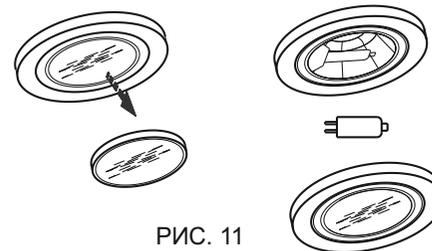

РИС. 11
8.6.2 Замена галогенной лампы (рис. 11) :